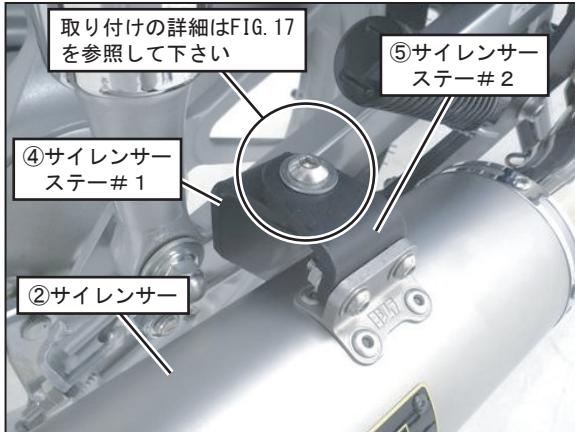

FIG. 16
11. ④サイレンサーステー#1に⑤サイレンサーステー#2を⑨ボタンボルトM8×30、⑪平ワッシャM8×20、⑫平ワッシャM8×26、⑭フランジナットM8を使用して仮締めして下さい。（FIG. 16, 17参照）